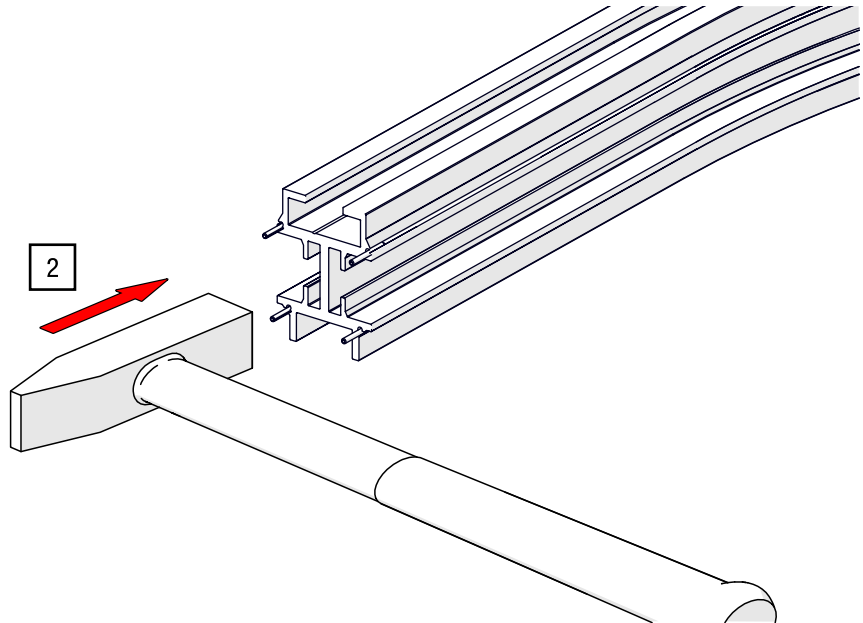

Abb. 44: Schienenverbinder – Verbindungsstift einhämmern
2. Hämmern Sie die Verbindungsstifte vorsichtig bis zur Hälfte in die Schiene (siehe Abb. 44).